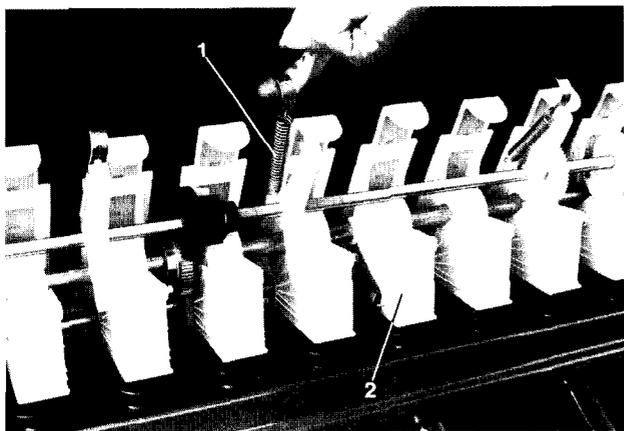

Fig. 134
- Die Vorgelegewelle der Särad-Fahrgassenschaltung (falls vorhanden) wird nach dem Lösen der Zugfedern (Fig. 134/1) mit den Schwenklagern heruntergeklappt.
- Die Drucklager (Fig. 134/2) nach dem Entspannen der Zugfedern abnehmen.